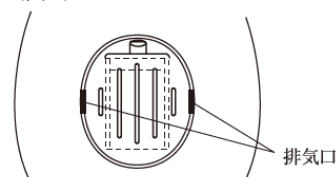

図 2
4. ボトルを 2、3 回ポンピングし排気口から排気音が発生することを確認する。(図 2)